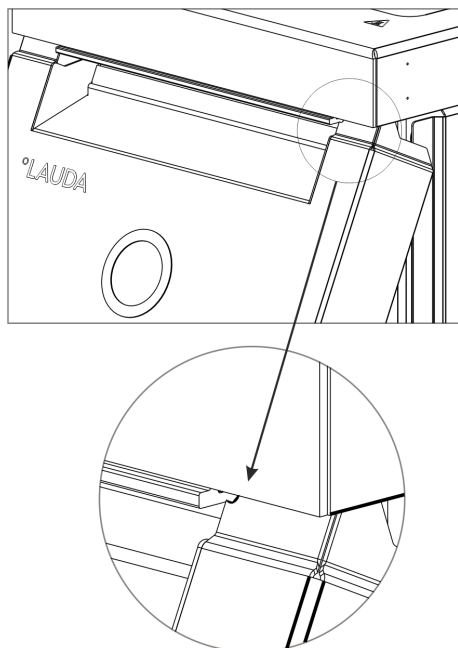

Fig. 87: Rayons sur le panneau frontal
2. Pousser le panneau frontal juste assez vers le haut de sorte à ce que les rayons se voient encore Fig. 87.